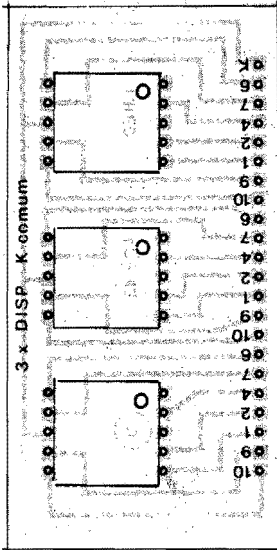

Fig.4
- **FIG. 4 - CHAPEADO DA PLACA "B"** - Agora pelo "outro" la-